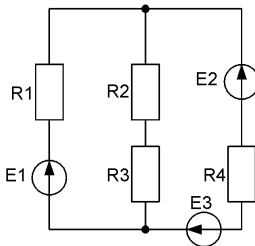

Рис. 2.48
1. В электрических цепях постоянного тока (рис. 2.48–2.52) заданы ЭДС и сопротивления (табл. 2.4). Вычертить схему электрической цепи согласно заданному варианту. Определить значения токов в ветвях, используя метод контурных токов.